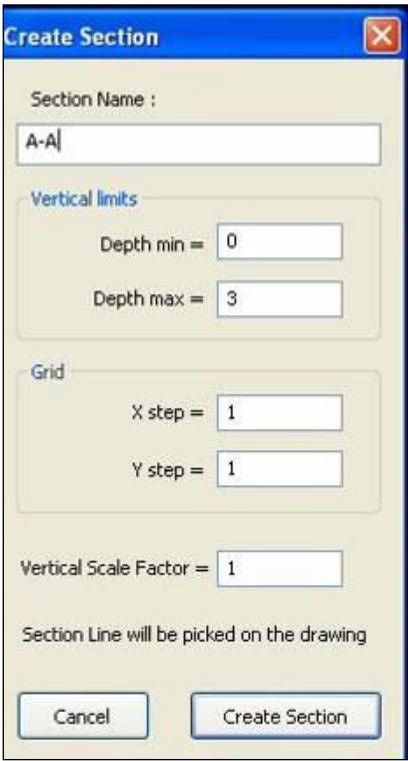

图 99 部分设置窗口
- 第 5 步：通过单击  命令，用户可以自动获取从 Data base 导入的制图的示意图纵向、横向、水平和对角部分。激活此按钮时，图 99 将显示允许决定执行哪个部分。为了创建一个部分，用户必须编辑以下字段：
完成设置阶段后，用户必须按  下按钮以保存已结算的参数，并开始按照下文报告的步骤绘制部分图 99 (图 99)：